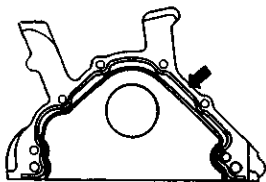

图 2-51 涂密封胶
2) 在曲轴前油封凸缘上涂上密封胶，如图 2-51 所示。密封胶的厚度为 2~3mm。密封胶的厚度不能超过 3mm，否则多余的密封胶将进入油底壳从而阻塞润滑油管路。